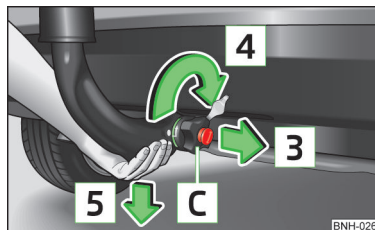

Abb. 117
- › Die Kugelstange von unten fassen » Abb. 117 und mit der anderen Hand das Handrad **C** in Pfeilrichtung **3** ziehen.